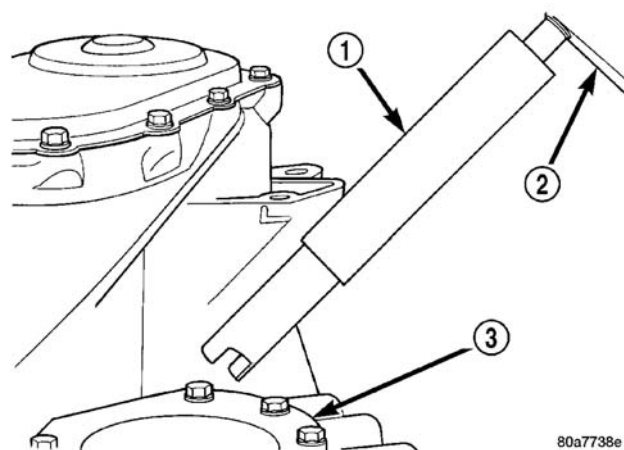

图 208 工具 L-4436 与扭矩扳手
(1) 将变速驱动桥组件垂直放置于支撑台上，差速器轴承座端朝上。
(2) 将工具 L-4436A 安装到差速器内并安装到小齿轮配合轴上（图 208）。